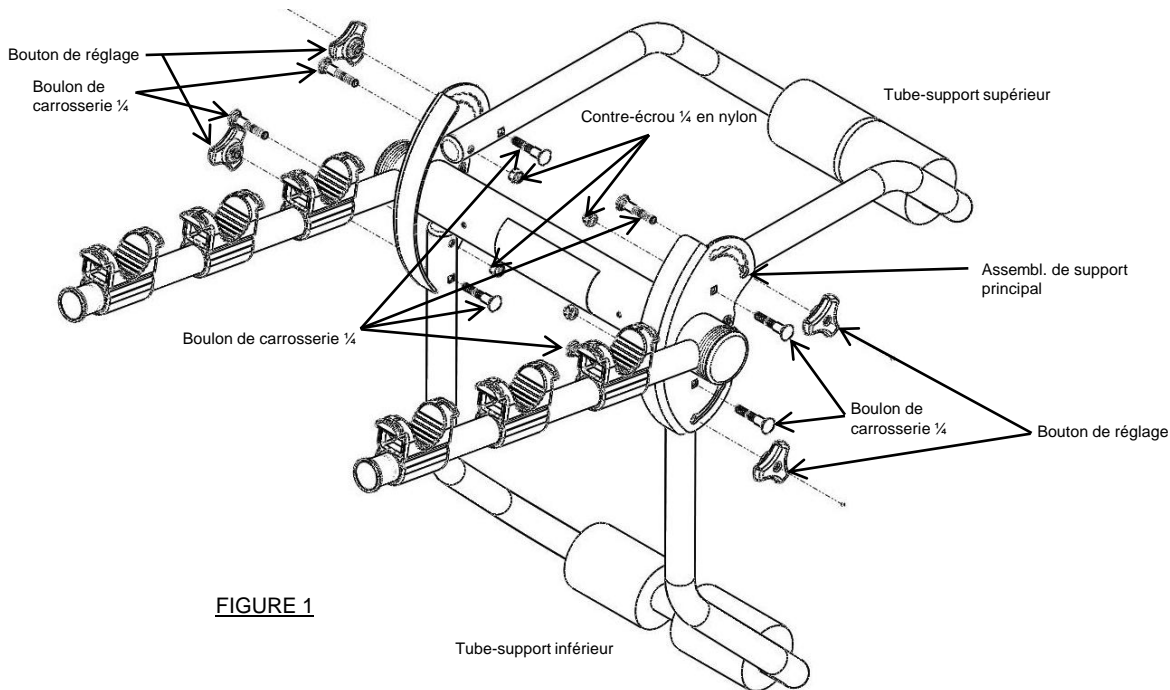

FIGURE 1
1. Alinee los orificios de montaje del tubo de apoyo superior con los orificios en el ensamble de apoyo principal. Use un perno de carruaje de ¼ que se suministra y la tuerca de bloqueo de nylon de ¼ que se suministra para amarrar el tubo de apoyo superior al apoyo principal. NO APRIETE EN EXCESO. El tubo de apoyo también debe poder rotar libremente. (Fig 1)
2. Alinee los orificios de montaje en el tubo de apoyo superior con la ranura de ajuste en el ensamble de apoyo principal. Use un perno de carruaje de ¼ que se suministra y la perilla de ajuste para amarrar el tubo al apoyo principal. (Fig 1)
1. Aligner les trous de montage du tube-support supérieur sur ceux de l'assemblage de support principal. À l'aide d'un boulon de carrosserie ¼ et d'un contre-écrou ¼ en nylon, fixer le tube-support supérieur au support principal. **NE PAS SERRER À L'EXCÈS.** Le tube-support doit pouvoir pivoter librement. (Fig 1)
2. Aligner les trous de montage du tube-support supérieur sur la fente d'ajustement de l'assemblage de support principal. À l'aide d'un boulon de carrosserie ¼ et d'un bouton de réglage, fixer le tube-support au support principal. (Fig 1)